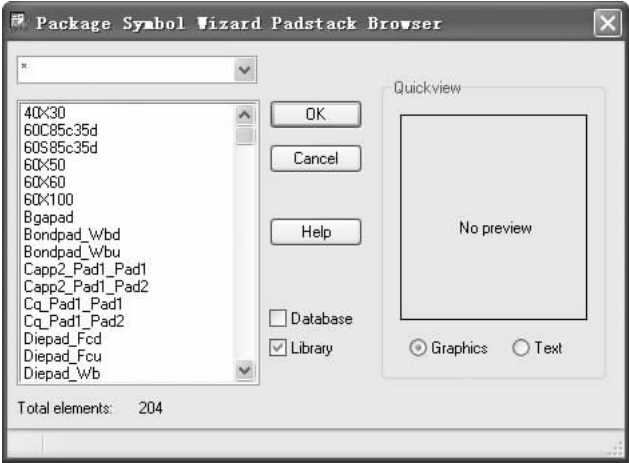

图 9-15 “Package Symbol Wizard Padstack Browser” 对话框
6. 单击选项右侧的  按钮，弹出 “Package Symbol Wizard Padstack Browser” 对话框，进行焊盘的选择，如图 9-15 所示。